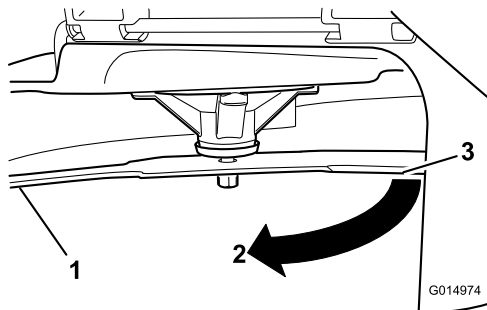

Figura 56
3. Segunda distancia medida entre cuchilla y superficie (B)
4. Gire la misma cuchilla 180 grados de manera que el otro extremo esté en la misma posición (Figura 56).